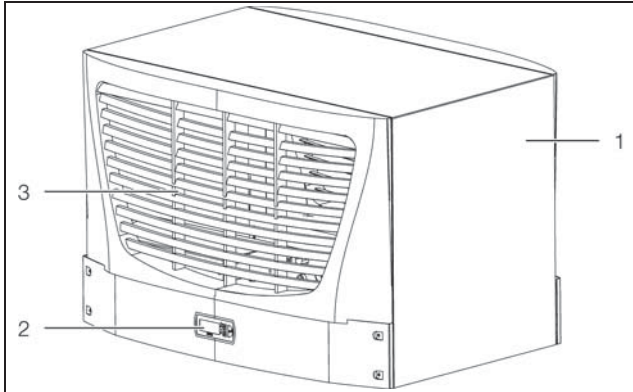
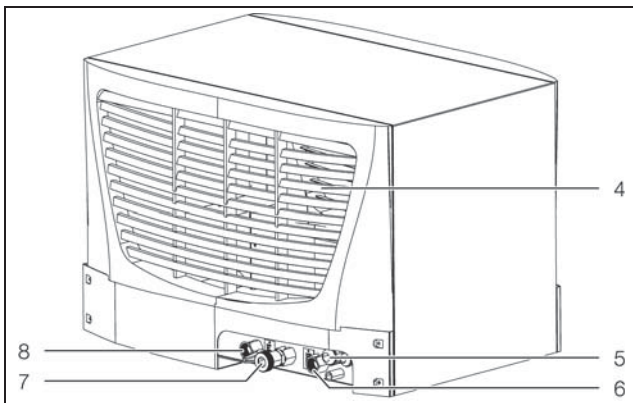

Imagen 1: Vista frontal (3318.600, 3318.610, 3319.600, 3319.610)
Imagen 2: Vista posterior (3318.600, 3318.610, 3319.600, 3319.610)
Boca de salida del depósito (imagen 2, pos. 7) sólo en los modelos 3318.600 y 3319.600.
### Leyenda imagen 1 e imagen 2